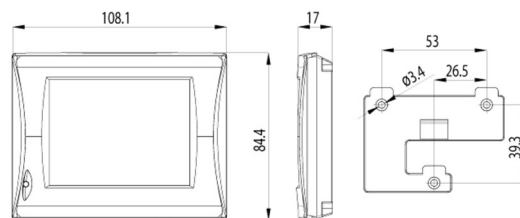
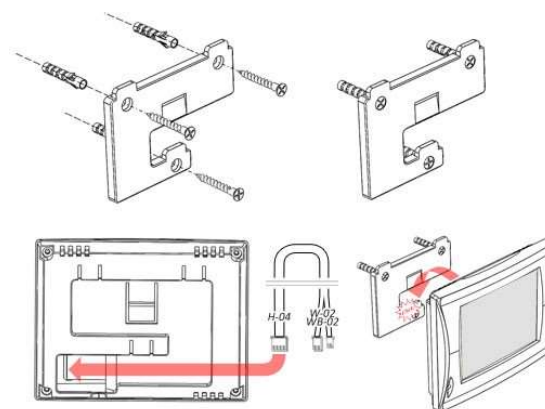

Рисунок 5 - Пульт управления
Рисунок 6 - Схема монтажа пульта управления
- 5.1.11 Смонтируйте пульт управления (Рисунок 5) согласно схеме монтажа (Рисунок 6). Монтаж пульта управления можно производить только на вертикальные поверхности.